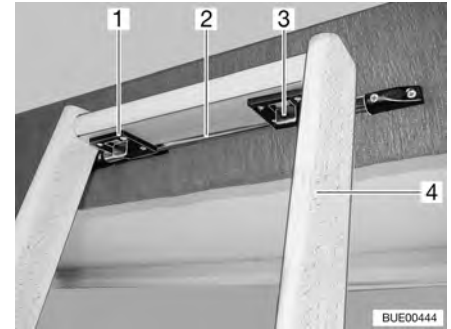

Fig. 86 Echelle de montée, dispositif de verrouillage
- Accrocher l'échelle de montée (Fig. 86,4) par les deux crochets (Fig. 86,1) à la barre (Fig. 86,2) du cache du lit escamotable.
- Pousser les deux dispositifs de verrouillage (Fig. 86,3) vers l'avant.